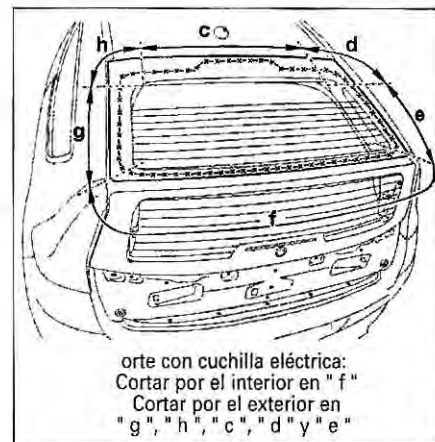

FIG. 89
- Cortar el cordón de cola de la luneta horizontal (fig. 89 o 90).